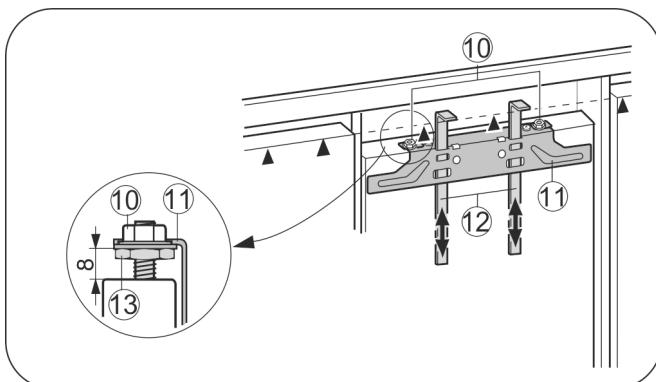

Fig. 17
- ▶ Избутайте помощните детайли Fig. 17 (12) до височината на вратата на шкафа. Долен прилягащ ръб ▲ на помощния детайл = горен ръб на монтираната врата на шкафа.
- ▶ Завийте крепежната траверса Fig. 17 (11) над контрайките Fig. 17 (10).